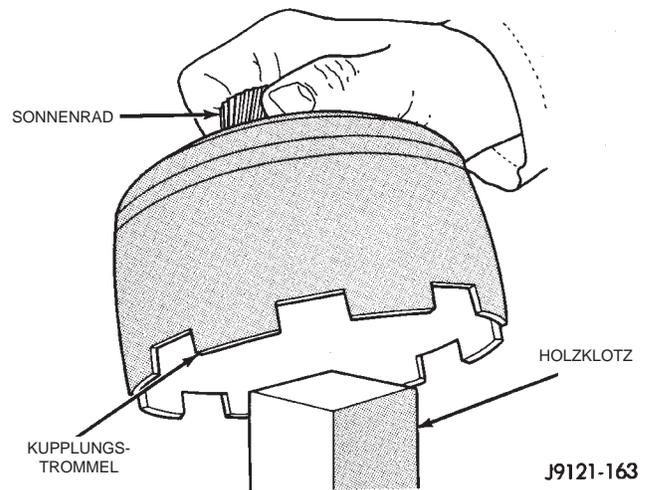

Abb. 155 Sonnenrad auf Holzklotz setzen
(10) Holzklotz auf die Werkbank legen und Sonnenrad auf den Klotz setzen (Abb. 155). Dadurch wird das Ausrichten und Montieren des Sicherungsring für das Sonnenrad erleichtert. Den Holzklotz in Reichweite behalten. Der Klotz wird später noch zum Einstellen des Axialspiels der Planetenradsätze benötigt.